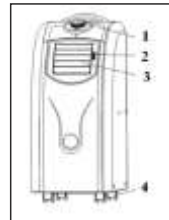

Рис. 3
4. ОПИСАНИЕ МОБИЛЬНОГО КОНДИЦИОНЕРА (Рис. 3 и 4)